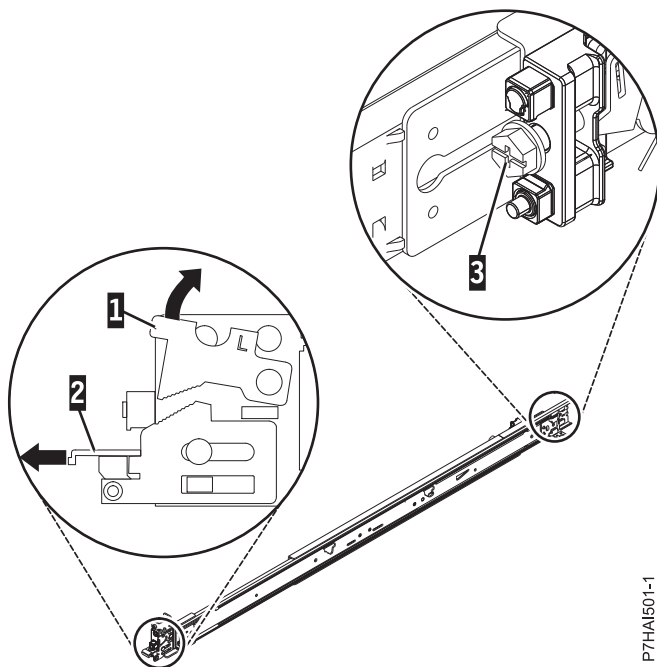

Figura 19. Apertura del pestillo frontal y extracción del tornillo posterior
2. Empuje hacia arriba la pestaña de bloqueo (1) situada en la parte frontal y extraiga el pestillo (2) de la parte frontal del riel. A continuación, extraiga el tornillo de la parte posterior del riel (3). Para obtener más de talles, consulte Figura 19.